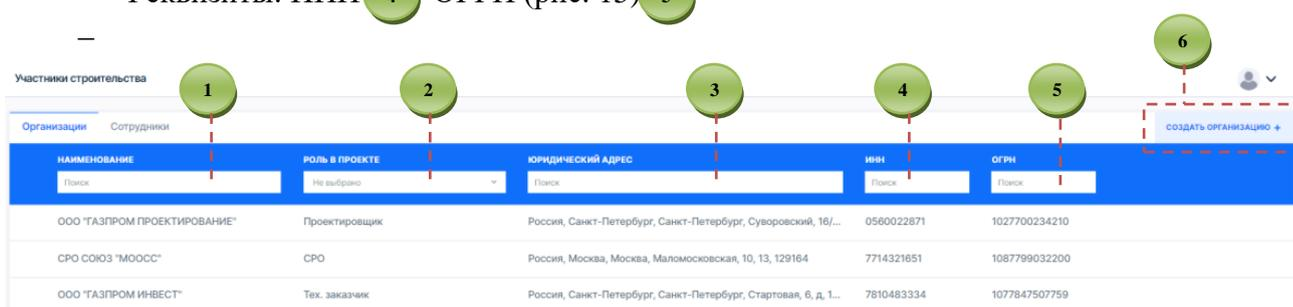

Рисунок 15. Справочник «Участники строительства», вкладка «Организации»
- Наименование (1) роль в Проекте (2)
- Юридический адрес; (3)
- Реквизиты: ИНН (4) ОГРН (рис. 15) (5)
При необходимости Пользователь вносит данные о новой организации нажатием на кнопку «Создать организацию» на главной странице вкладки «Организации» справочника «Участники строительства» (рис. 15), после чего открывается многостраничная форма для занесения необходимой информации, включающая 3 вкладки (рис. 19):